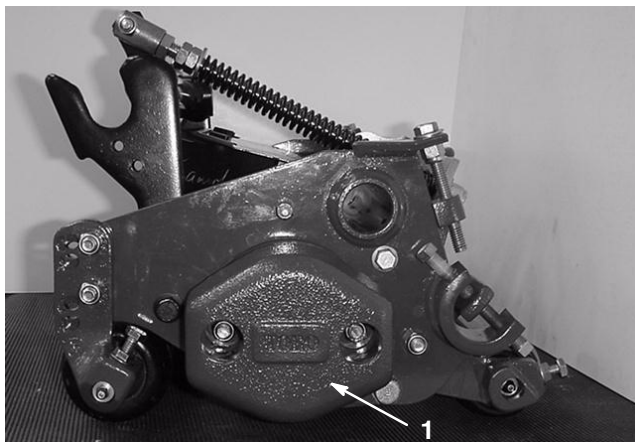

Bild 18
- A. Nehmen Sie die Befestigungsmuttern vom Endgewicht des Gegengewichts ab (Bild 18).
2. Nehmen Sie das Gegengewicht ab (Bild 18).